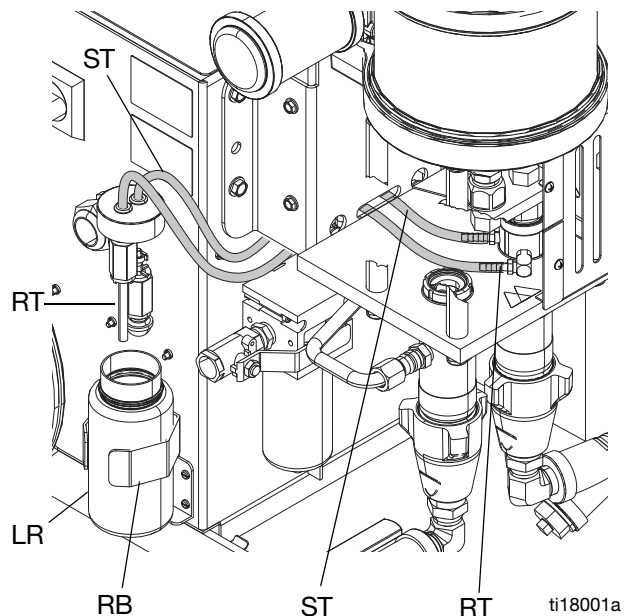

BILD 15: Pumpsmörjningssystem
2. Lyft ut smörjmedelsbehållaren (LR) ur fästet (RB) och ta bort behållaren från locket. Medan locket hålls över en lämplig behållare tas kontrollventilen bort och smörjmedlet får dränera. Sätt tillbaka backventilen på inloppsslangen (ST). Se BILD 15.